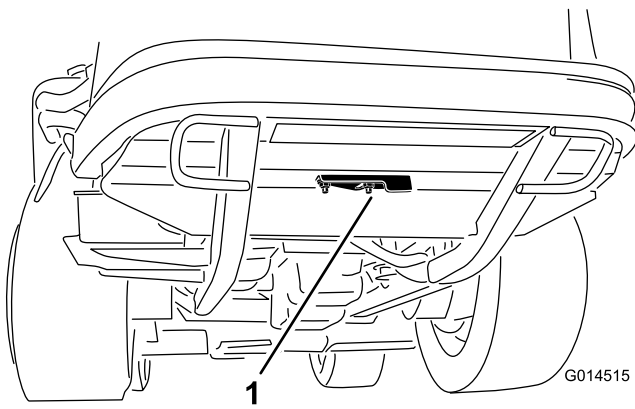

Figura 54
2. Desaperte a porca flangeada que prende a cobertura à parte inferior da estrutura traseira (Figura 54). Rode a cobertura para o lado para expor o furo de limpeza no chassis.